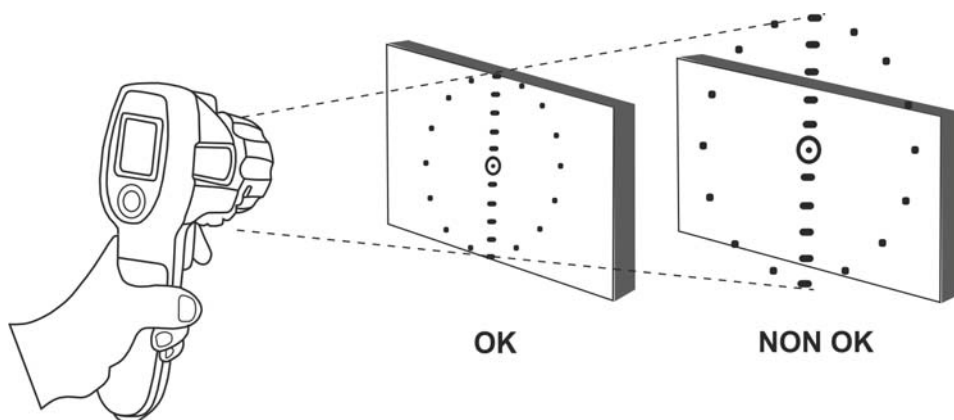

Fig. 17: Condiciones correctas de medida
6. Asegúrese de que el objeto del que se quiere medir la temperatura tenga una dimensión al menos igual al área del punto de medida (vea la Fig. 17). Mientras más pequeño es el objeto menor tendrá que ser la distancia desde el mismo objeto. **Si la precisión es importante asegúrese de que la dimensión del objeto sea igual a al menos dos veces el área del punto.** Para medir "Puntos calientes" oriente el termómetro hacia el objeto en examen y luego mueva el instrumento por el objeto hasta encontrar el punto caliente